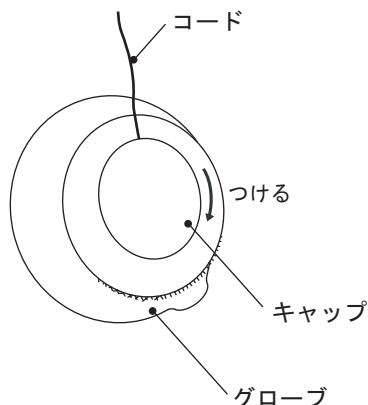

図 12
③ 銅線を緩やかに曲げ、ランプをグローブのランプ挿入口にセットしてください。その際、ランプはグローブの中に完全にに入れてしまわずに、挿入口から数mm程度出しておいてください。(図12参照)